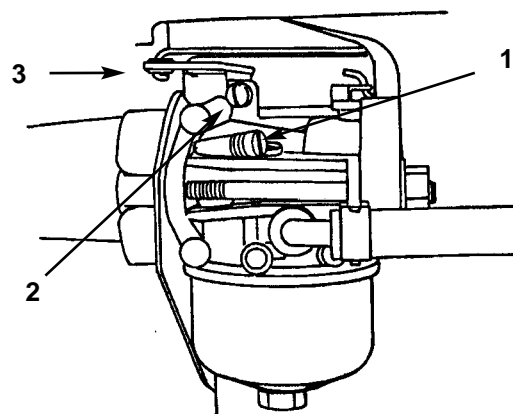

Fig. 27
- Girate leggermente in senso orario la vite della miscela del minimo (Fig. 27), fin quando si chiude appena. Non forzate (avvitandola) questa vite perché potreste danneggiare il carburatore.
- Aperte la vite della miscela del minimo (Fig. 27) di un giro in senso antiorario. Questa registrazione vi consente di avviare il motore.
- Tenete il braccio dell'acceleratore contro la vite del minimo (Fig. 27). Regolate questa vite in modo che il motore giri al minimo a 1750 giri/min primo, e verificate i giri con il tachimetro.
- Sempre tenendo il braccio dell'acceleratore contro la vite del minimo, girate lentamente la vite della miscela del minimo (Fig. 27) in senso orario (verso l'interno) fin quando il motore inizia a rallentare (miscela povera). Ora girate la vite della miscela del minimo in senso antiorario (verso l'esterno) fin quando il motore inizia a girare irregolarmente (miscela ricca).
- Ora girate la vite della miscela del minimo (Fig. 27) a metà tra la miscela povera e la ricca, fin quando il motore avrà una marcia regolare.